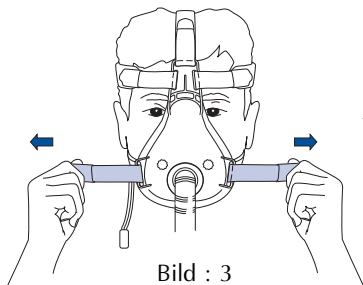
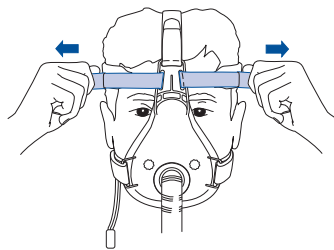

Bild : 3
Bild : 4
- 4 Strama till de lägre sidoremmarna (bild 3) och sedan de övre Velcro remmarna (bild 4) så att hättan sitter stadigt och bekvämt.